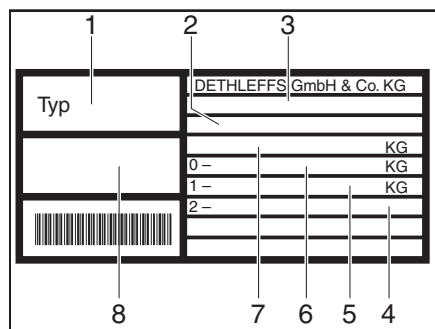

Fig. 167 Lámpara de cuna
- Apretar ligeramente la tapa de la lámpara de cuna (Fig. 167) y quitarla.